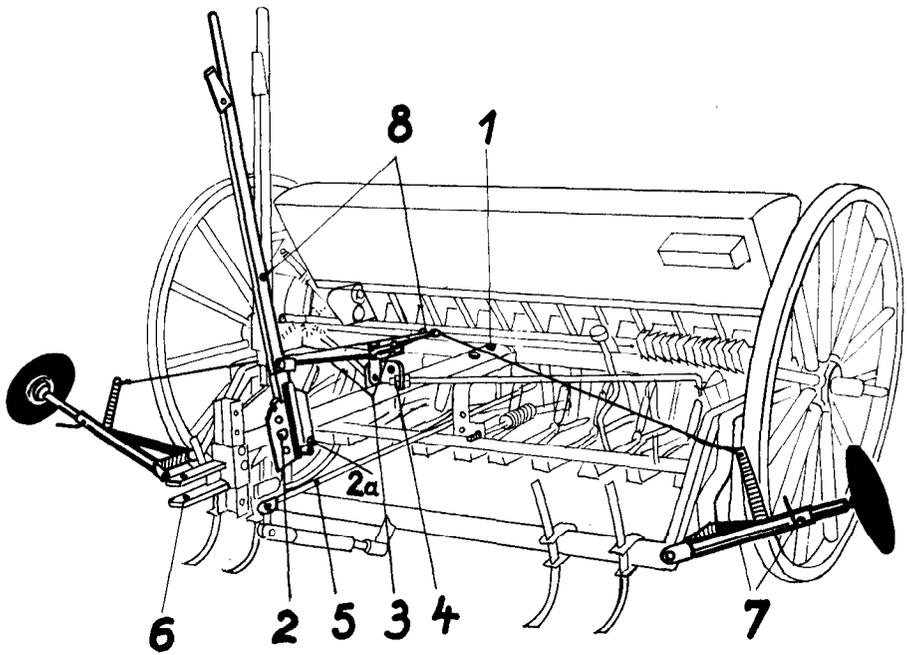

Abb. 4
2. Stellsegmente unter Verwendung des mittleren (Abb. 4 Nr. 2) und hinteren (Abb. 4 Nr. 2a) Loches an die Schlepperdeichsel anschrauben!
3. Zugstange mit Splintbolzen (mittleres Loch) befestigen. Durch die je 3 Löcher an den Segmenten (Abb. 4 Nr. 2) und der Gabel (Abb. 4 Nr. 3) können 3 verschiedene Stellungen der Schalthebel erzielt werden, so daß diese bequem vom Schleppersitz aus zu betätigen sind. Nach Anpassung Befestigungsmuttern nachziehen!